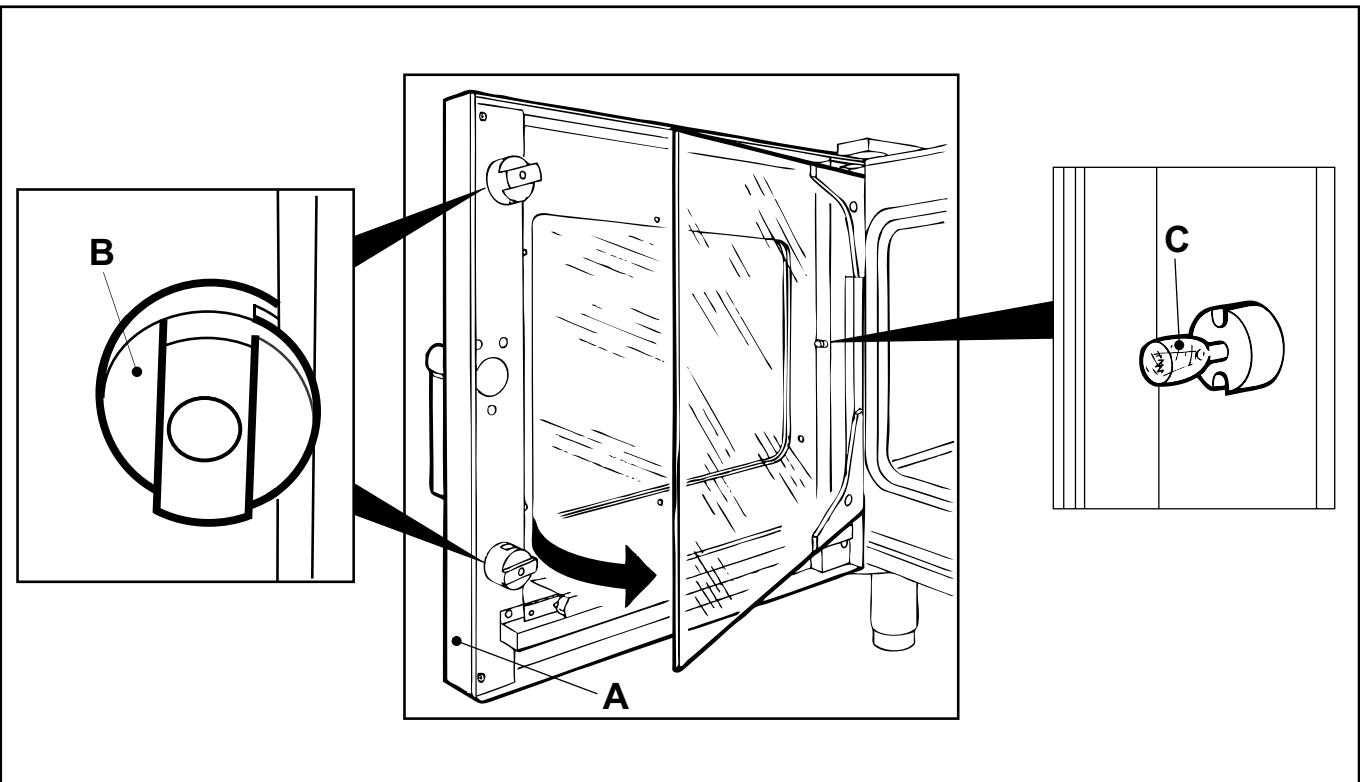

Abb. 9
- Die Tür des Ofens öffnen (**A** - Abbildung 9).
- Die Plastikhalterungen (**B** - Abbildung 9) der internen drehen und wie ein Buch öffnen.
- Die Lampe auswechseln (**C** - Abbildung 9).